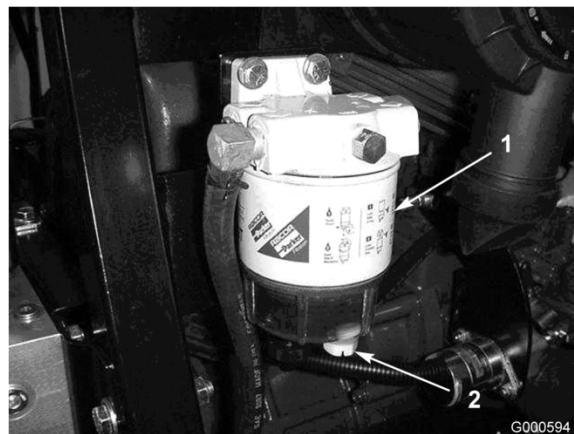

Figura 34
Retire a água ou outro tipo de contaminação do separador de água (Figura 34) diariamente.
2. Liberte o tampão de escoamento que se encontra na zona inferior do recipiente do filtro (Figura 34). Volte a apertar o tampão após o escoamento.